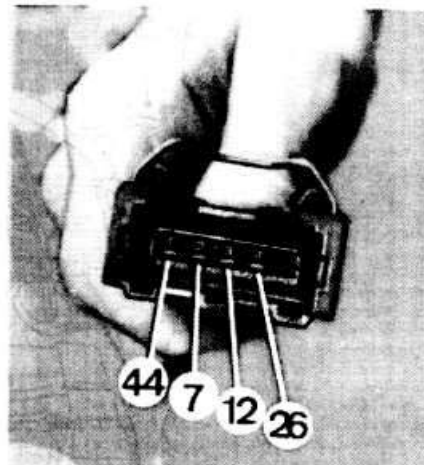

Рис. 1-30. Нумерация штекеров в разъеме измерителя расхода воздуха:
- Подключить вольтметр между штекером «44» (рис. 1-30) разъема измерителя и «массой».